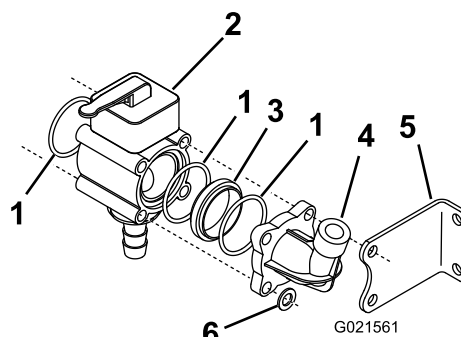

Figura 7
9. Deslize as anilhas para as barras que não passam pelo suporte de montagem esquerdo e enrosque uma porca de bloqueio na extremidade esquerda de cada barra (Figura 7).
10. Monte previamente o conjunto do manípulo da válvula manual utilizando a válvula manual, anel de retenção, adaptador das peças soltas e a porta do indicador de pressão que removeu previamente (Figura 7).
adaptador de redução ao conjunto da válvula de derivação da rampa (Figura 7).